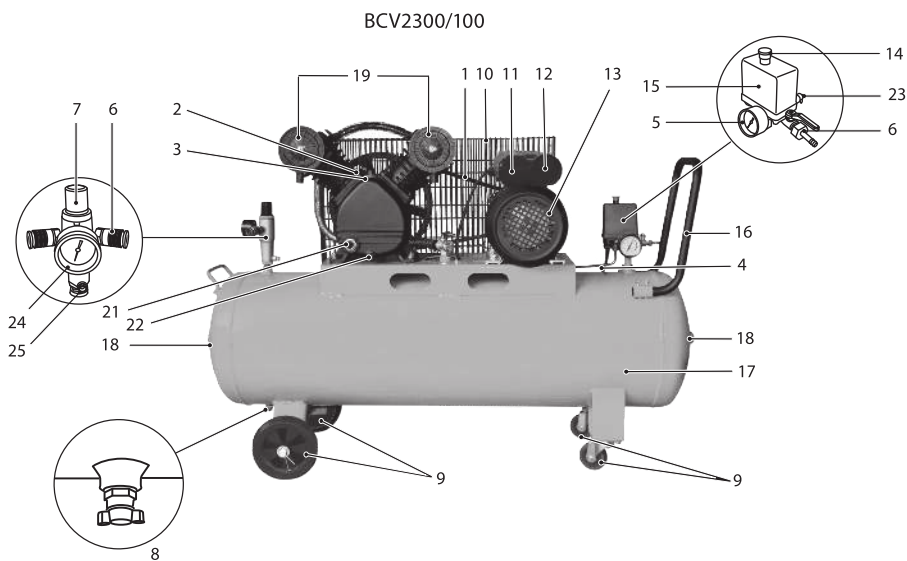
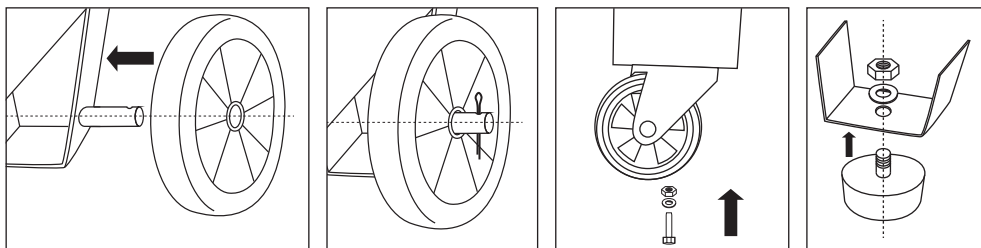
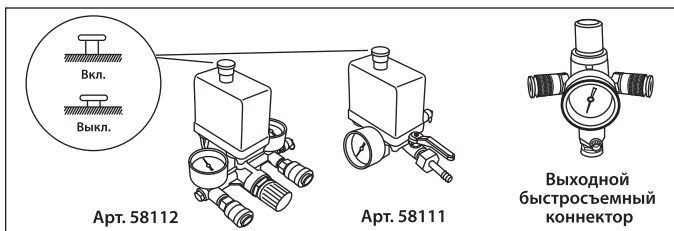
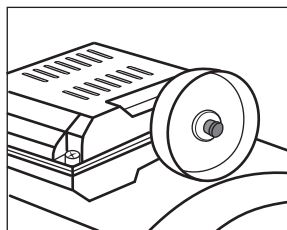

рис. 1
рис. 3
рис. 6.1
рис. 7
- Манометром 5 (рис. 1) для контроля давления сжатого воздуха;
- Реле давления 15 (рис. 1) для регулирования производительности периодическим запуском/остановкой компрессора;
Установите транспортировочные колеса 9 (рис. 1) для модели BCV2300/100 или антивибрационные опоры 20 (рис. 1) для модели BCV2200/100V и вверните воздушный фильтр 19 (рис. 1) в отверстие головки блока цилиндра (рис. 3).
Убедитесь, что выключатель компрессора 14 (рис. 1) находится в положении «Выключено» (рис. 6.1).
Установите регулятор давления 7 (рис. 1) в положение «min».
Подключите к выходному быстросъемному коннектору 6 (рис. 1), (рис. 6.1) компрессора пневматический инструмент.
При первом запуске компрессор должен проработать без нагрузки около 10 минут с полностью открытым регулятором давления 7 (рис. 1) выходного воздуха и клапаном слива конденсата из ресивера.
По истечении времени обкатки закройте клапан слива конденсата 8 (рис. 1) и проверьте, чтобы компрессор нагнетал воздух в ресивер 17 (рис. 1) и останавливался автоматически при помощи реле 15 (рис. 1) при достижении максимального значения давления.
Перед запуском следует убедиться, что переключатель реле давления 14 (рис. 1) находится в положении «Выключено», а вилка вставлена в сетевую розетку.
Поворачивая регулятор давления 7 (рис. 1) по часовой стрелке, установите давление, рекомендуемое производителем подключаемого пневмоинструмента, требуемый уровень давления отразится на манометре 24 (рис. 1).
Перед повторным запуском убедитесь, что параметры электросети соответствуют техническим характеристикам устройства, после чего нажмите кнопку 12 (рис. 1) предохранителя от перегрузки (рис. 7). Теперь вы можете произвести повторный запуск устройства.
Для правильного использования компрессора проверьте оптимальное значение давления подключаемого инструмента. Регулировка и контроль выходного давления сжатого воздуха возможны с помощью выходного быстростъемного коннектора 6 (рис. 1) и манометра 24 (рис. 1). Для этого достаточно повернуть вентиль редуктора по часовой стрелке для увеличения давления и против часовой стрелки – для уменьшения давления.